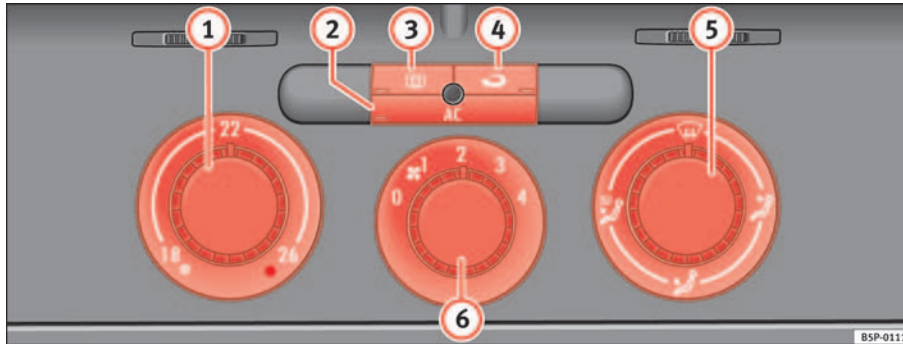

Abb. 125 In der Instrumententafel: Bedienelemente der Climatic
- Drehen Sie den Temperaturregler ⇒ Abb. 125 ① nach rechts bis zur gewünschten Heizleistung.